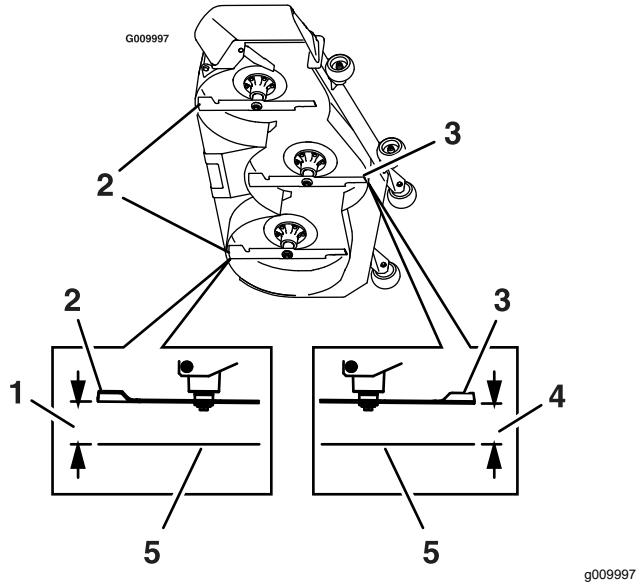

Bild 81
- Messen Sie den Abstand zwischen dem Boden (ebene Fläche) bis zur vorderen Spitze des mittleren Messers (Bild 81).